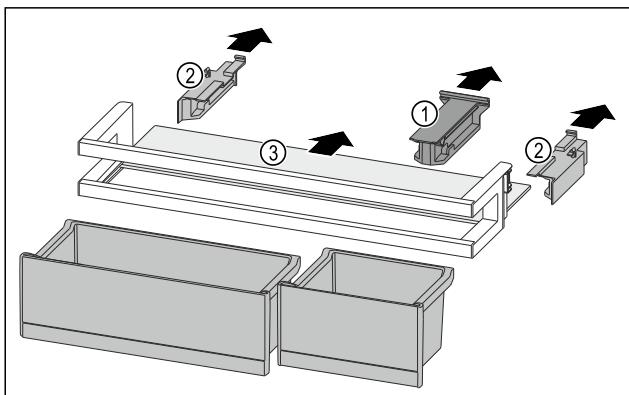

Fig. 85
► Изтеглете задържащата част Fig. 85 (1).
► Изтеглете страничните части Fig. 85 (2).
► Свалете рафта Fig. 85 (3).